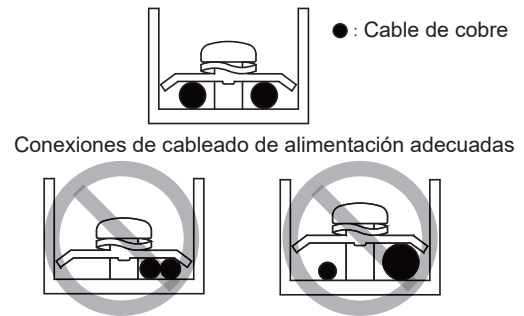

Figura 2
- No conectar dos cables de alimentación con diámetros diferentes al mismo terminal de suministro eléctrico (puede provocar un sobrecalentamiento de los cables) (consulte la figura 2).